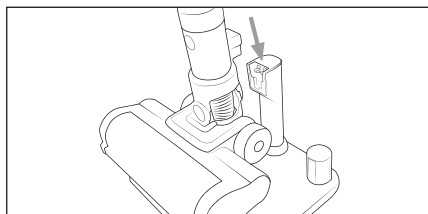

Fig. 6
❶ Nota
- O aparelho está equipado com uma função de monitorização da temperatura para proteção do acumulador ❶. A temperaturas ambiente elevadas pode ocorrer, em casos esporádicos, uma interrupção do processo de carregamento ou uma desativação automática do aparelho:
- ♦ Coloque o aparelho no suporte do aparelho 17 da estação de carregamento 15. Certifique-se de que os contactos de carregamento 22 do aparelho e da estação de carregamento 15 ficam totalmente em contacto. O indicador de bateria 23 começa a piscar e o processo de carregamento é iniciado (ver fig. 6 e 7).